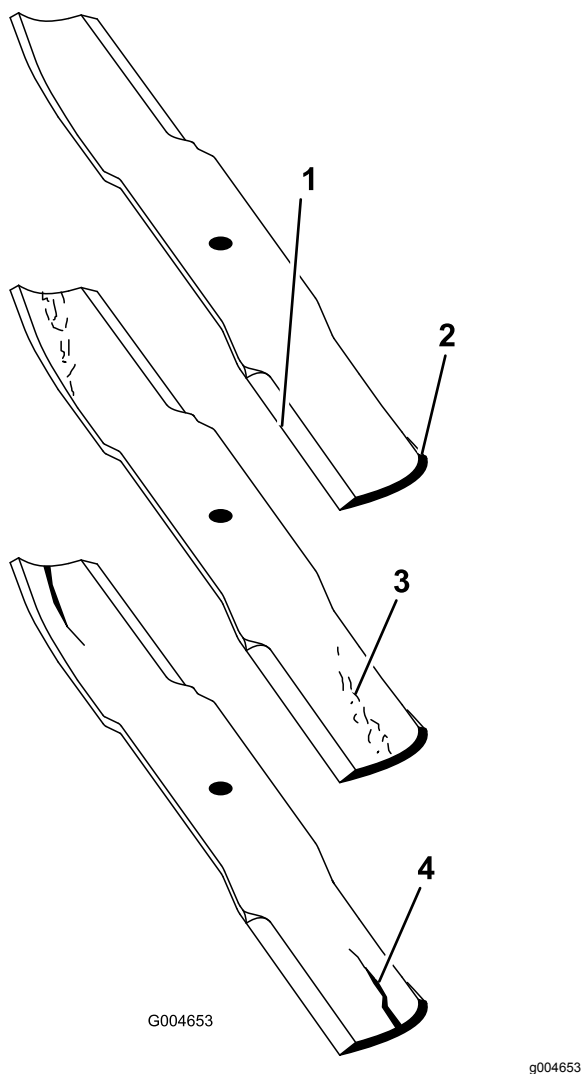

Figure 79
3. Examinez attentivement les tranchants de la lame, particulièrement au point de rencontre des parties plane et de l'ailette (Figure 79).
Remarque: Le sable et les matières abrasives peuvent éroder le métal à cet endroit, c'est pourquoi il est important de contrôler l'état de la lame avant d'utiliser la tondeuse. Remplacez la lame si elle semble usée (Figure 79).